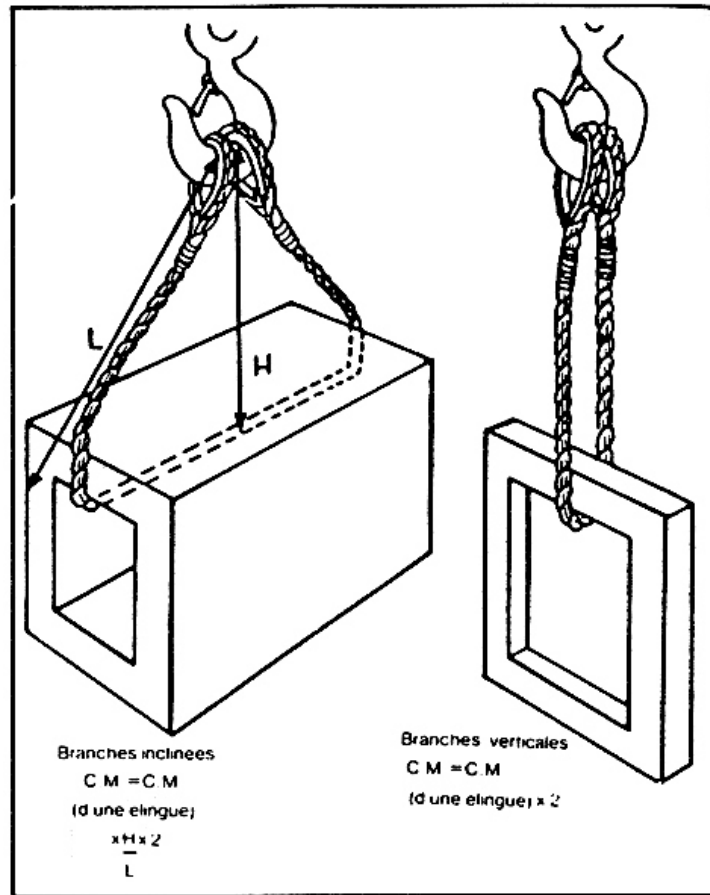

Figure 6 – Evaluation de la capacité d'une attache à panier
- **Attache à panier** (voir figure 6)